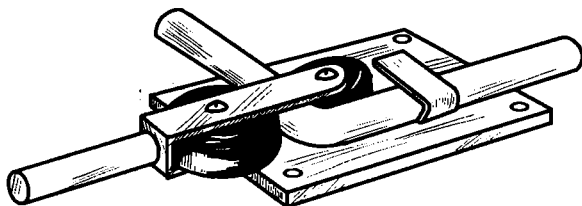

Рис. 35. Трубогиб (станок Вольнова)
- трубогиб, или станок Вольнова (рис. 35). В сантехнике приходится не только разрезать трубы, но и соединять их, причем под разными углами. Главное достоинство этого инструмента в том, что имеющиеся у него ролики являются калибрующим приспособлением, функция которого — контроль правильного радиуса изгиба